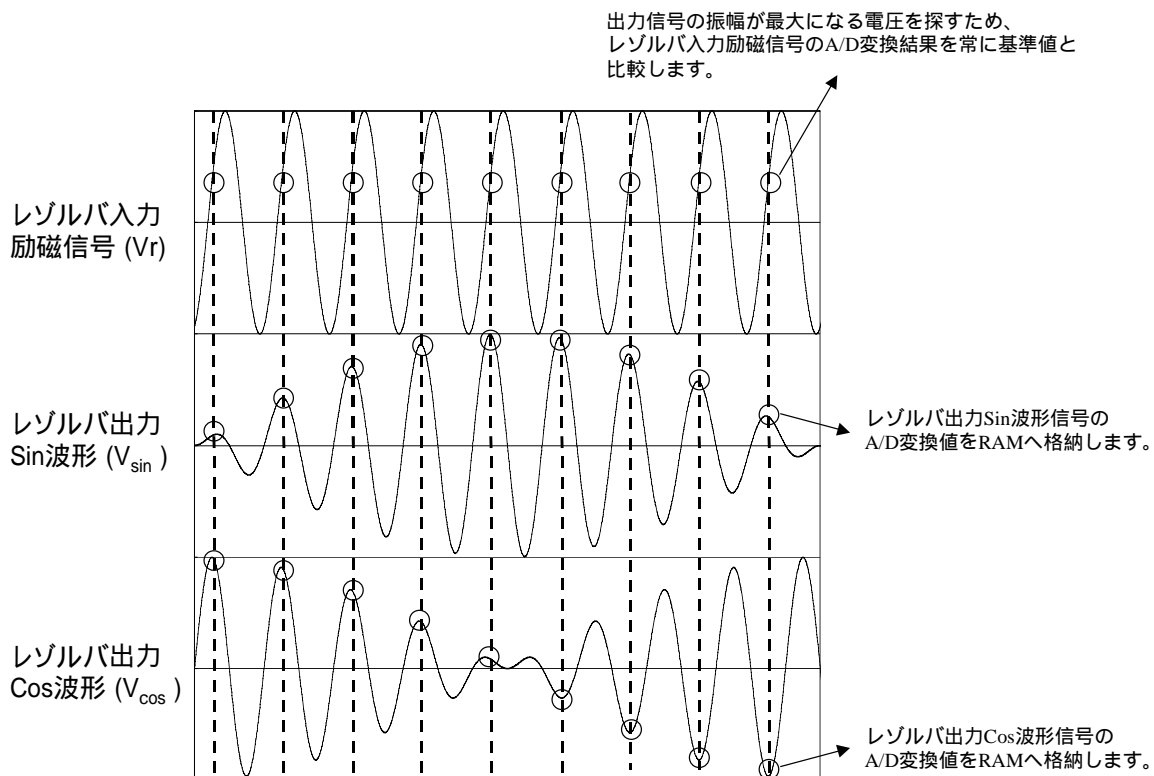

図6 レゾルバ出力信号のRAM格納タイミング
モータ 1 回転にレゾルバ入力励磁信号は約 222 周期あります。図 6 でも示しましたが、レゾルバ入力励磁信号 1 周期に対して、Sin、Cos を 1 回得ることが出来ます。そのため、モータ 1 回転当たり、Sin、Cos を 222 回取得することができ、モータ位置を約  $1.6^\circ$  ( $360^\circ / 222$ ) 刻みで検出できます。(ただし、A/D 変換誤差を考慮していません。) 本制御例では、 $30^\circ$  刻みのモータ位置情報を必要としているので、約  $1.6^\circ$  精度のモータ位置で制御が可能です。
- ・レゾルバ入力励磁信号の A/D 変換値が、図 6 に示す条件を満たすと、レゾルバ出力 Sin 波形信号、レゾルバ出力 Cos 波形信号の A/D 変換結果を RAM へ格納します。
- ・最初に図 6 の条件を満たした (Sin、Cos を最初に特定した) 時、コンペアマッチタイマ\_0 のコンペアマッチ割り込みを許可します。